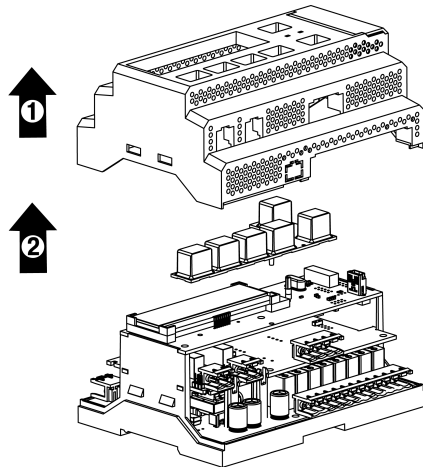

Рисунок 10.3 – Отделение верхней крышки и клавиатуры
4. Снять крышку (см. рисунок 10.3, стрелка 1). Убрать клавиатуру (стрелка 2).